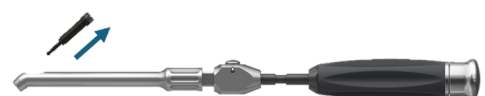

Abbildung 21
2. Entnehmen Sie die Bohrspitze aus dem äußeren Schaft des Winkelschraubendrehers (Abbildung 21).